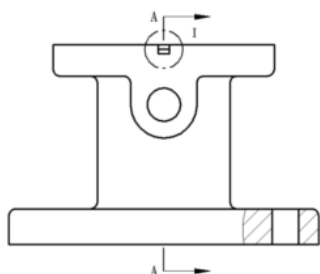

图 4.7.42 创建局部剖视图 1
(4) 定义要剖的图纸视图。在图形区选择主视图为创建局部剖的图纸视图, 完成操作, 结果如图 4.7.42 所示。